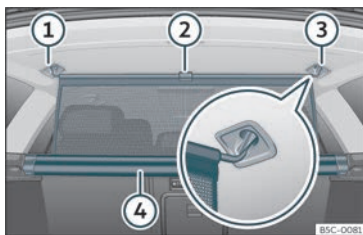

Fig. 121 Nel bagagliaio: agganciare la rete divisoria.
- Tirare verso l'alto la linguetta»» fig. 121 ② per estrarre la rete dalla scatola ④
- Fissare la rete divisoria sul lato destro o sinistro ③ (immagine ingrandita).
- Fissare la rete divisoria nell'alloggiamento del lato opposto ① tirando la barra.